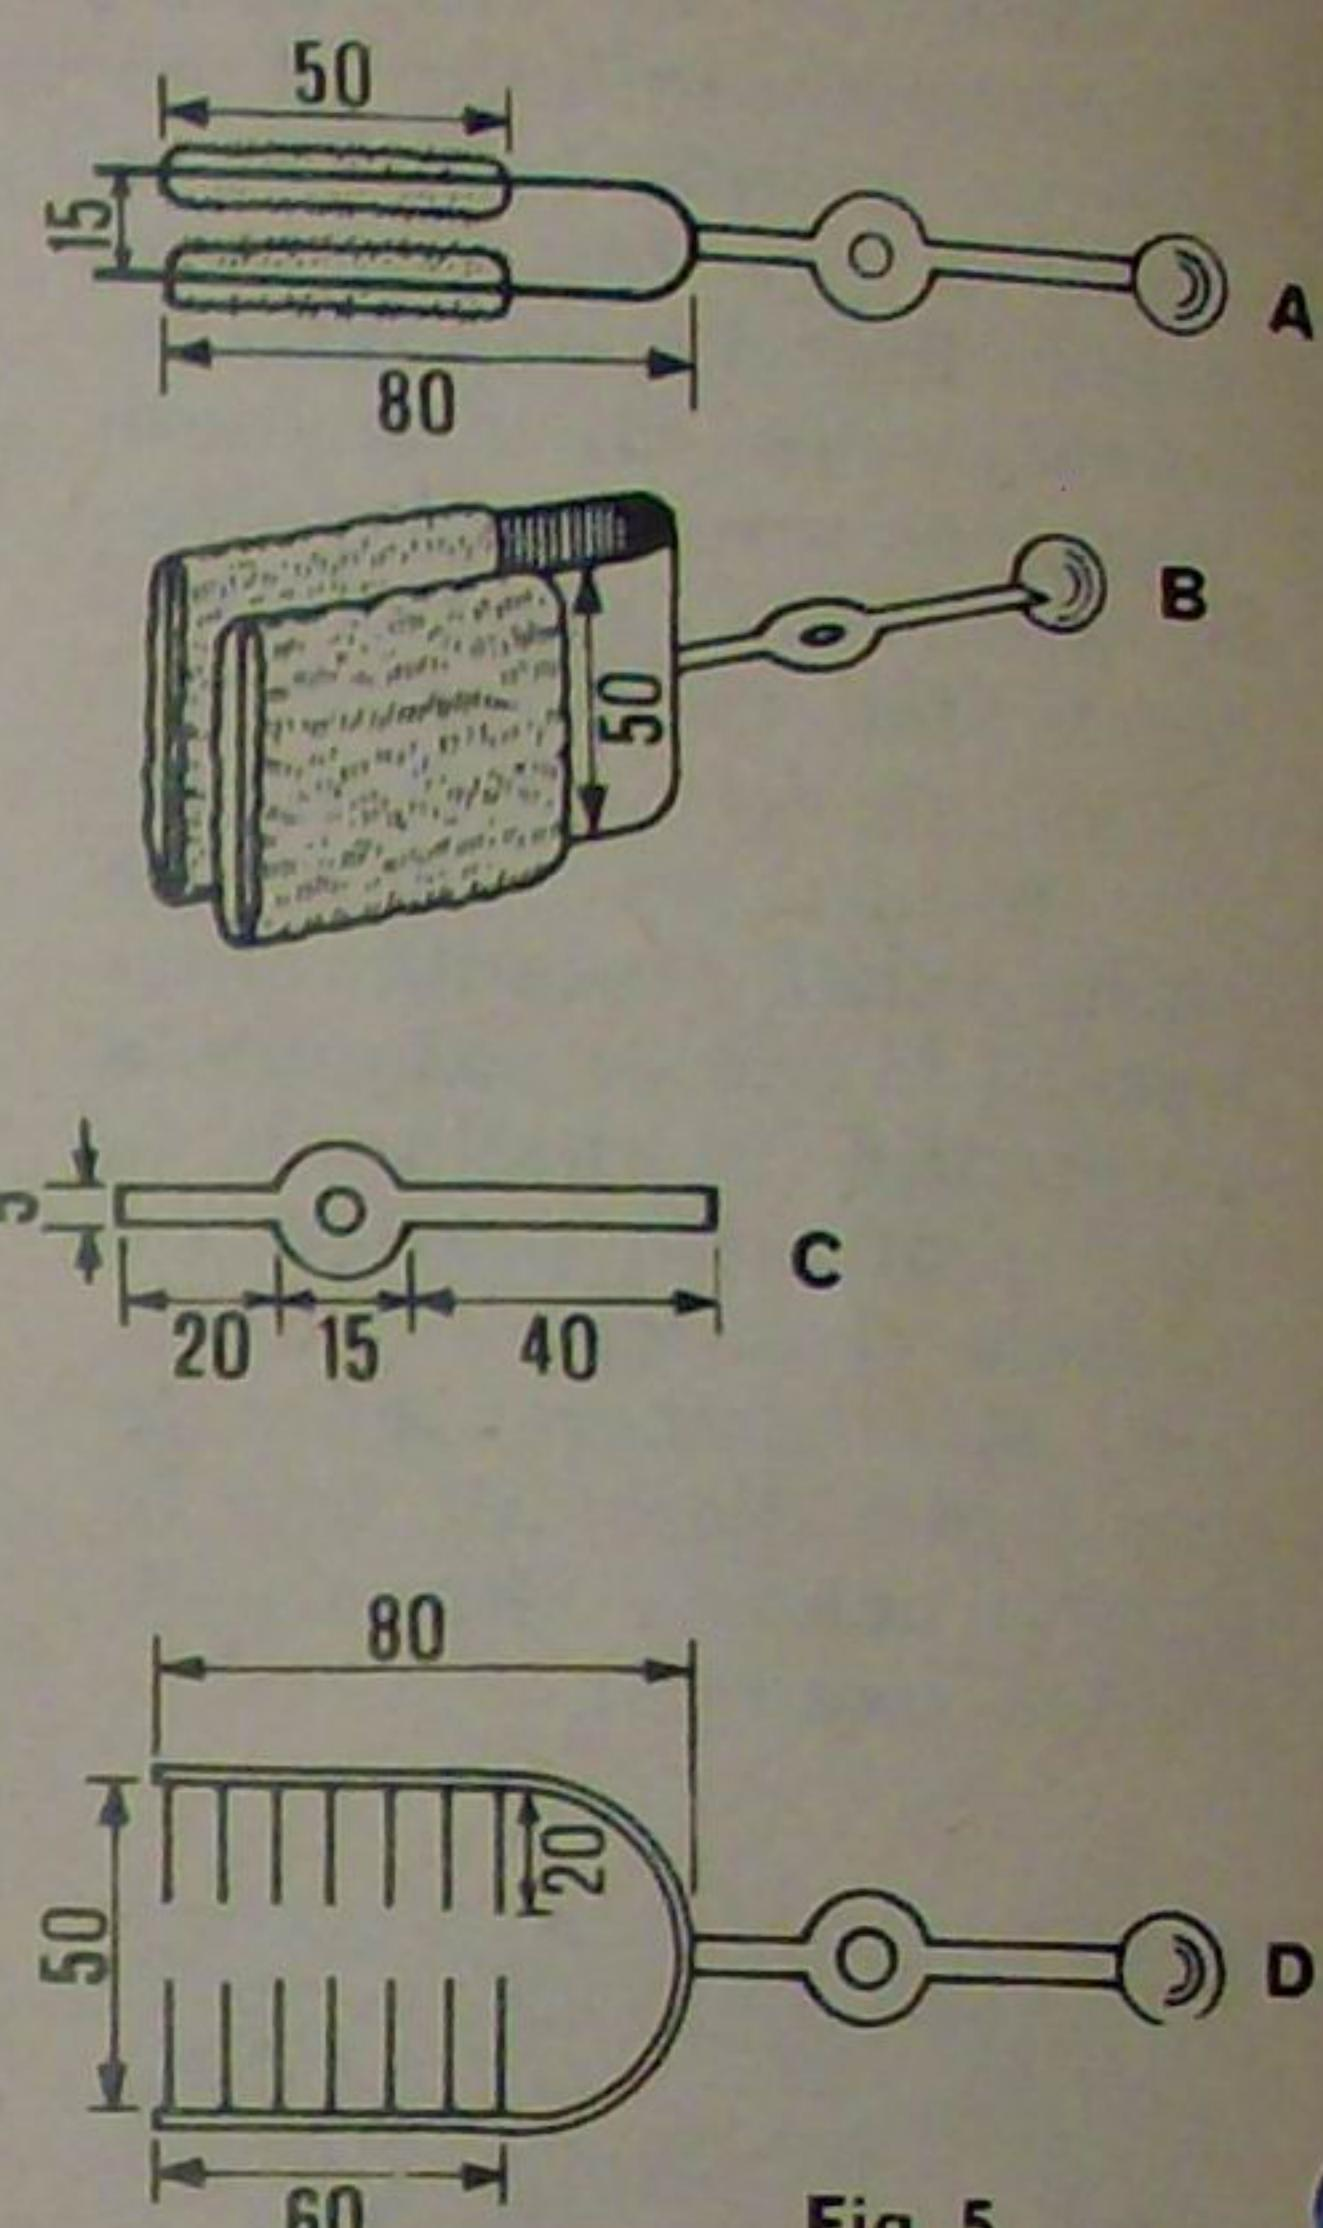

Fig. 5
de 155 mm și înălțimea de 50 mm. Se indoiește tabla în formă de «U» (fig. 5-A și B). Din aceeași tablă se decupează două piese ca acele din figura 5-C. Una se va folosi la fixarea blâniștelor de suport (6), iar cealaltă pentru fixarea pieptenului. Capătul scurt al acestei piese se lipște cu cositor de curbura piesei în formă de «U». La celălalt capăt se lipște, tot cu cositor, o bilă de rulment, cu diametrul de 20–25 mm. Blâniștele propriu-zise sunt două bucăți de blană de iepure, care se lipesc cu clei, aracet sau prenadez de brațele piesei în formă de «U» (cind suportii (6) sunt fixați, blana trebuie să frece discul).
Pieptenul (fig. 5-D) se confecționează dintr-o sîrmă de cupru sau alumă groasă de 5 mm și lungă de 190 mm. Sîrma se indoiește în formă de «U» și apoi, pe fiecare braț, se lipesc cu cositor cîte 7 bucăți de sîrmă lungi de 20 mm și ascuțite la un capăt (se pot folosi ace cu gămălie scurte). Pieptenul este prevăzut și el cu o piesă pentru fixare (fig. 5-C), o bilă și un suport de sticlă (6), la fel ca blâniștele.